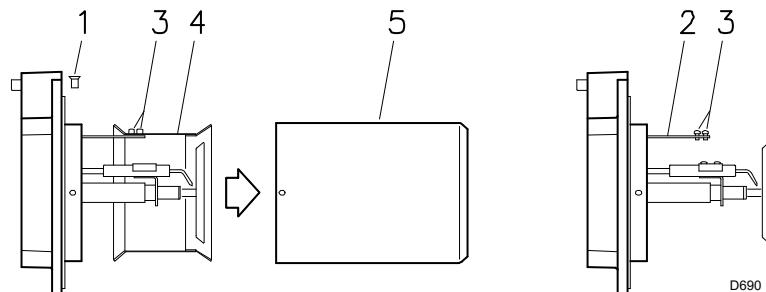

Fig. 8
5.5 Fixation du brûleur à la chaudière (Fig. 8)
- Dévisser les vis 1)(Fig. 8) et démonter la buse 5).